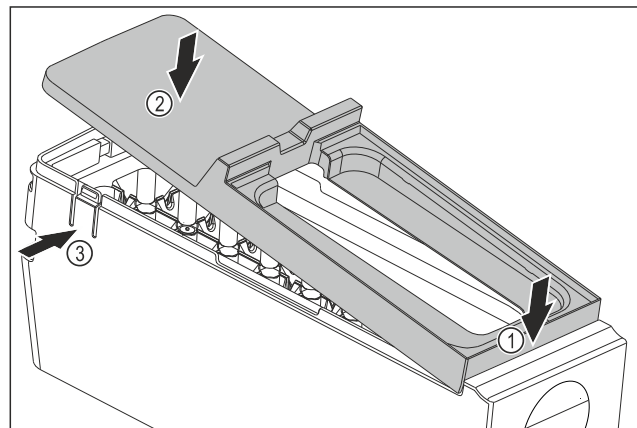

Fig. 200
- Montați apărătoarea corpului EasyTwist-Ice: Așezați în față apărătoarea Fig. 200 (1)
- Coborâți în spate apărătoarea Fig. 200 (2)
- Apărătoarea se fixează în poziție cu zgomot specific în cele două eclise Fig. 200 (3).